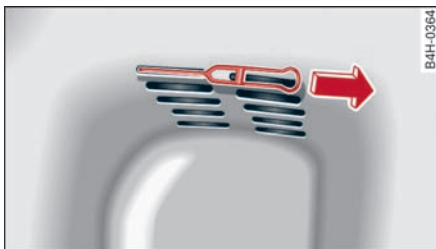

图 219 行李箱内右侧饰板：应急开锁装置
- ▶ 将环套 ⇒ 图 219 从支座上松开并小心拉扯 ⇒ **i**。